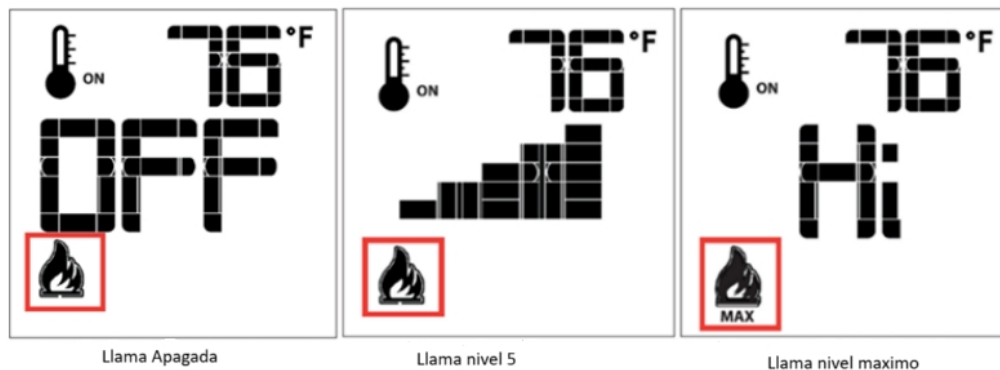

FIGURA 43
El sistema tiene seis (6) niveles de llama. Ver (Figura 43) como ejemplo. Con el sistema encendido y el nivel de llama al máximo en el aparato, al pulsar una vez la tecla de Flecha abajo se reducirá la altura de la llama en un paso hasta que se apague la llama. La tecla flecha arriba aumentará la altura de la llama cada vez que se pulse. Si se pulsa la tecla flecha arriba mientras el sistema está encendido, pero la llama está apagada, la llama se encenderá en la posición alta (Figura 43). Un único "bip" confirmará la recepción de la orden.